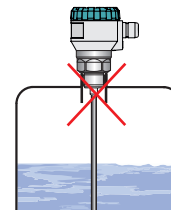

Рис. 6: Неправильная установка приварыша на емкости
- Конец горловины или приварыша **не должен выходить** во внутреннее пространство емкости – см. Рис. 6.